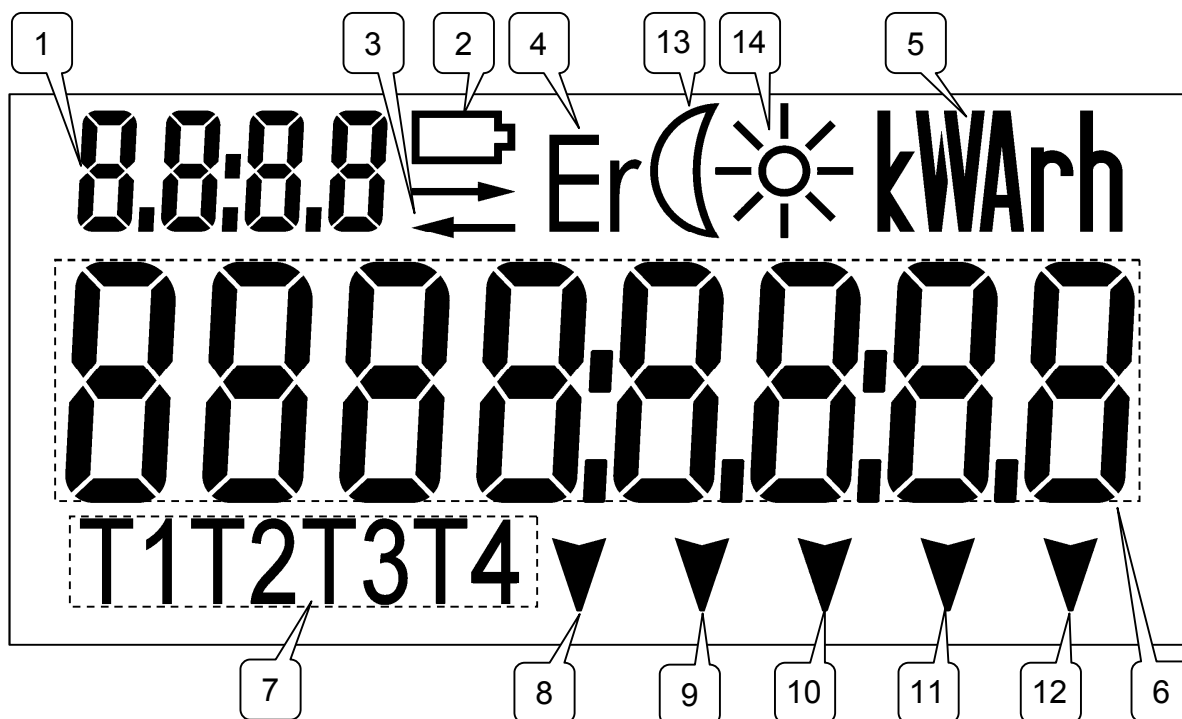

Рисунок 2
- в случае, если сегмент 12 “P” на ЖКИ (см. рис. 2) мигает необходимо проверить правильность подключения счетчика к сети.